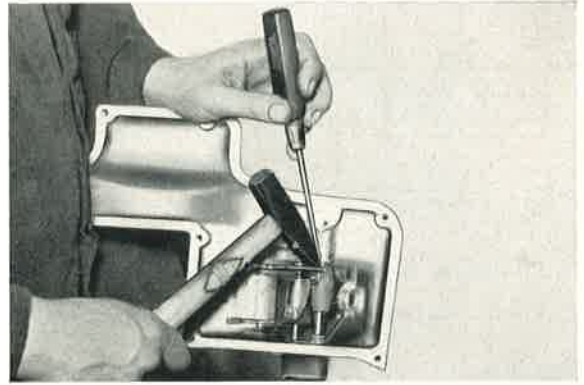

Bild 331: Die linke Hand sichert die Arretierkugel gegen Herauspringen, die Schaltwelle wird mittels der festgeklemmten Schaltgabel herausschlagen.
10. Arretierkugel gegen Herauspringen sichern und Schaltgabel mit festgeklemmter Schaltstange von Arretierungsseite herausschlagen, (dünner Dorn zum Sichern der Kugel, Hammer) (Bild 331). Mit diesem Arbeitsgang wird zu gleicher Zeit die Dichtscheibe herausschlagen. Sollte die Dichtscheibe zu fest sitzen, muß sie mit 4-mm-Bohrer durchbohrt werden.